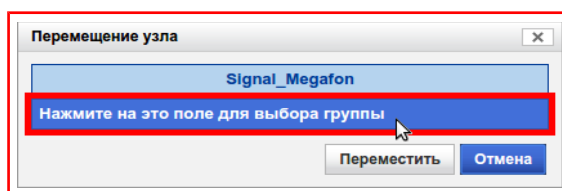

Рисунок 9.53 — Диалоговое окно «Перемещение узла»
- 3) В появившемся диалоговом окне выбрать **«Группу/пользователя»** (пункт «7.2»), рисунок 9.53;